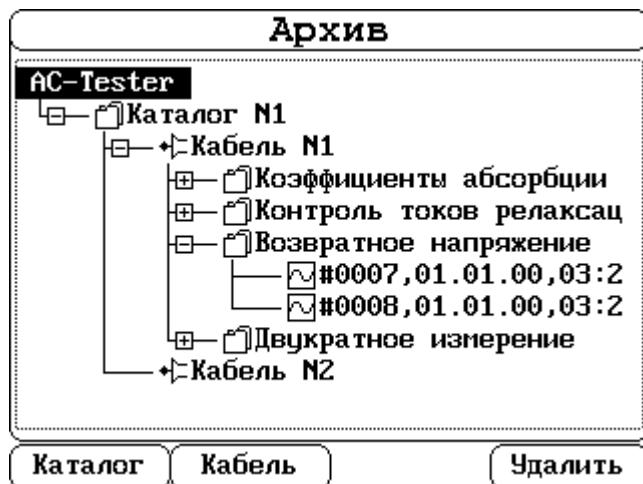
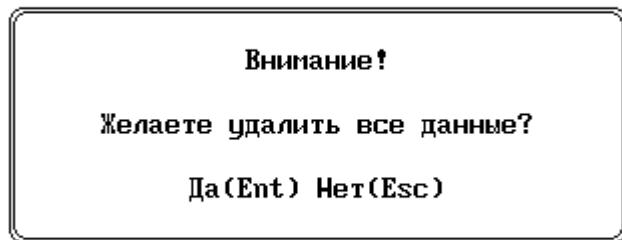

Рис. 3.40 Меню «Архив»
Рис. 3.45 Диалоговое окно удаления всех данных архива
Меню «Архив» используется для просмотра сохранённых во FLASH памяти прибора AC-Tester замеров и представляет собой древовидную структуру (см. рис. 3.40).
Главный элемент AC-Tester является корневым каталогом древовидной структуры (см. рис. 3.40); установив курсор на него, можно произвести следующие действия:
2) Создание нового объекта измерения (кабеля, обмотки и т.д.) в корневом каталоге AC-Tester (клавиша «F2»). После нажатия «F2»-«Кабель» на корневом каталоге AC-Tester (см. рис. 3.40) откроется всплывающее меню для ввода имени нового объекта измерения:
3) Удаление всех данных архива – очистка FLASH памяти прибора (клавиша «F4»). После нажатия «F4»-«Удалить» на корневом каталоге AC-Tester (см. рис. 3.40) откроется диалоговое окно (см. рис. 3.45):